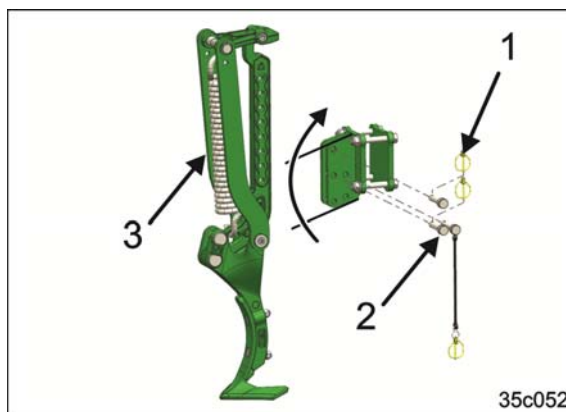

図 126
1. すべてのリンチピンを取り除きます（図 126/1）。
3. すべての差し込みピンを外します（図 126/2）。